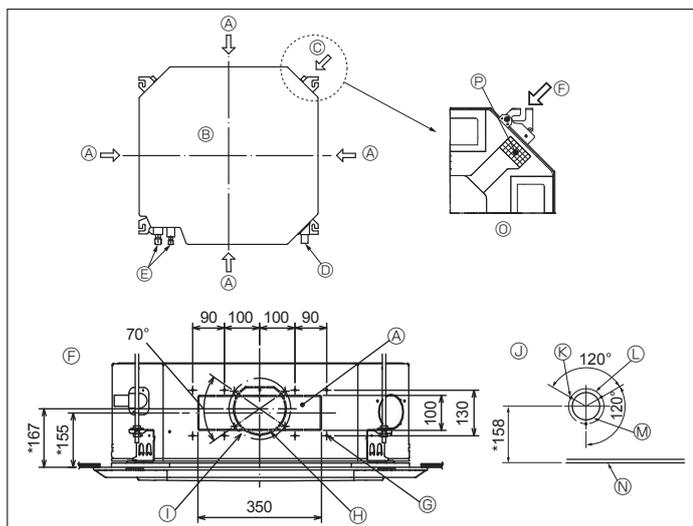

Fig. 3-4
3.4. Rupa ogranka voda i rupa za dovod svježeg zraka (Fig. 3-4)
U trenutku ugradnje upotrijebite rupe voda (izrezane) smještene na položajima prikazanima na Fig. 3-4 i to kada i koliko je potrebno.